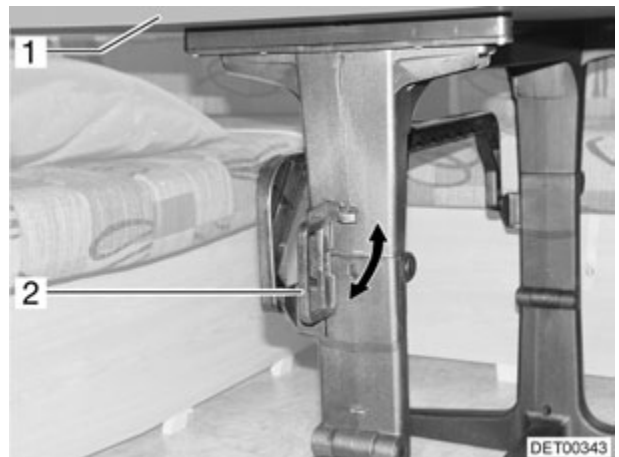

Fig. 52 Bloqueo de la mesa abatible (variante 2)
- Girar el tirador (Fig. 52,2) a la posición horizontal.
- Girar el tablero de mesa (Fig. 52,1) hacia abajo formando un arco.